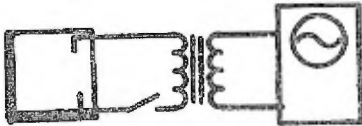

FIG. 10
3.- ¿Cómo afecta la autoinducción a dos bobinas comunicadas por el núcleo (Fig. 10)?